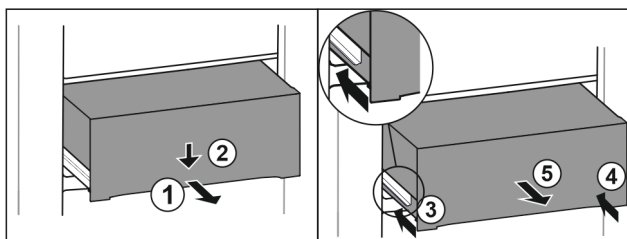

Fig. 94
- ▶ Vytiahnite zásuvku do polovice. Fig. 94 (1)
- ▶ Zatlačte zásuvku na prednej strane smerom nadol. Fig. 94 (2)
- ▶ Zasuňte ľavú koľajničku o cca 2 cm. Fig. 94 (3)
- ▶ Zasuňte pravú koľajničku o cca 2 cm. Fig. 94 (4)
- ▶ Odoberte zásuvku dopredu. Fig. 94 (5)